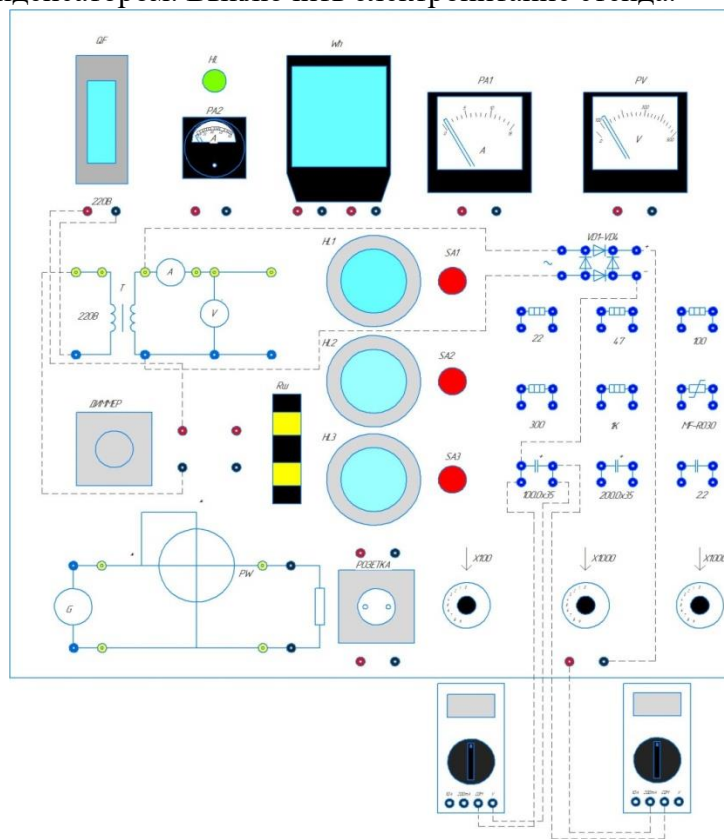

Рисунок 4. Схема соединений элементов и приборов исследуемой цепи
2. Включаем стенд выключателем QF и подаём питание от источника 220 В на трансформатор тока 220/12. Со вторичной обмотки трансформатора подаём питание на диодный мост VD1-VD4. С помощью магазина сопротивлений выставляем нужные значения для снятия показаний. Подключаем в цепь два мультиметра, как показано на схеме соединений элементов и приборов исследуемой цепи (рис. 4). На мультиметре предел значения постоянного напряжения выставить  $U=20$  В, одновременно подать напряжение с помощью диммера на конденсатор  $C1=100$  мкФ и включить секундомер в момент, когда конденсатор начнёт накапливать заряд, при этом прекратить увеличивать напряжение. Когда значение напряжения на мультиметре дойдёт до 20 В снять показания тока и времени наполнения зарядка конденсатором. Выключить электропитание стенда.